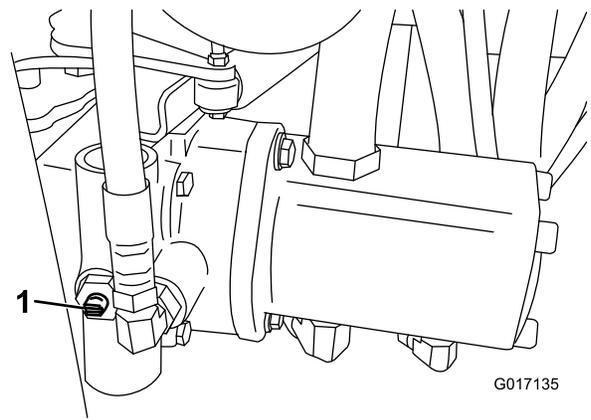

Figure 24
2. Avant de mettre le moteur en marche, fermez la vanne de dérivation (fente horizontale) (Figure 24). Ne mettez pas le moteur en marche quand la vanne est ouverte.
1. Localisez la vanne de dérivation sur la pompe et tournez-la jusqu'à ce que la fente soit verticale (Figure 24).